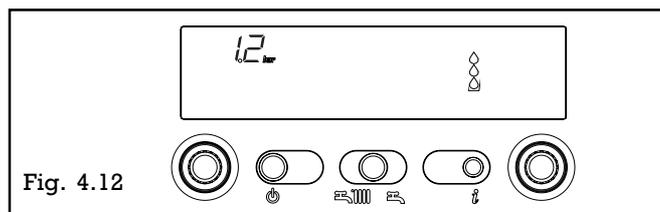

Fig. 4.12
**Info 2** affiche la pression hydraulique de l'installation (fig. 4.12)